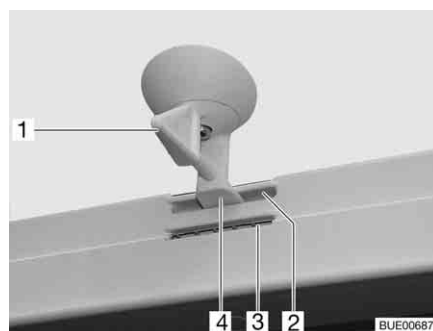
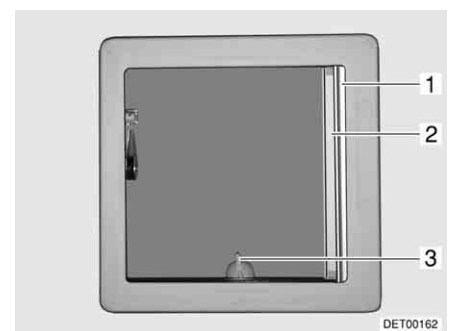

Bild 60 Kipp-Dachhaube, Verriegelung
Bild 61 Kipp-Dachhaube
- Den Hebel (Bild 60,1 bzw. Bild 61,3) eine viertel Umdrehung drehen.
- Den Hebel eine viertel Umdrehung drehen. Die Verriegelung (Bild 60,4) muss in die untere Öffnung (Bild 60,3) gleiten.
- Den Hebel eine viertel Umdrehung drehen. Die Verriegelung (Bild 60,4) muss in die obere Öffnung (Bild 60,2) gleiten.
- Die Faltverdunklung (Bild 61,1) ausziehen und an gewünschter Position loslassen. Die Faltverdunklung bleibt in dieser Position stehen.
- Insektenschutzrollo (Bild 61,2) ausziehen, bis es an der Verriegelung an der gegenüberliegenden Seite einrastet.